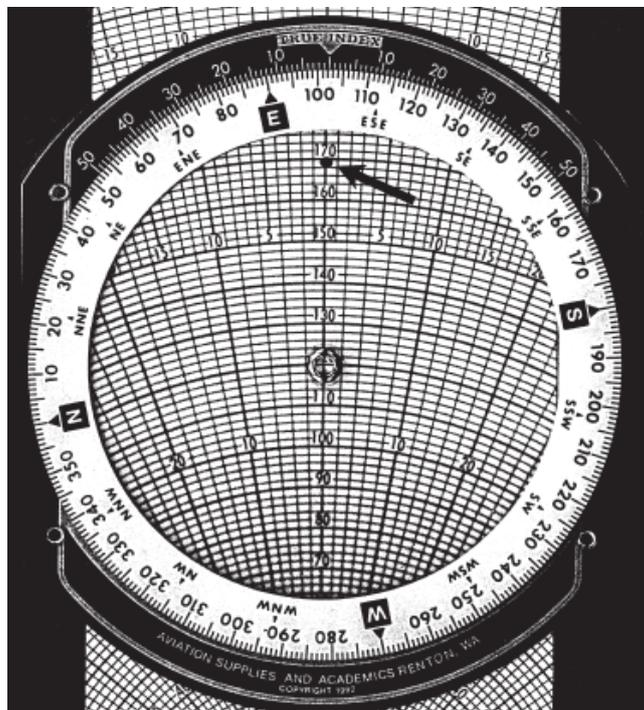

Figure 25
6. Lisez la direction vraie du vent sous l'index TRUE. Vous devriez avoir une direction de vent de 104 ° et une vitesse de vent de 50 nœuds (voir figure 25).